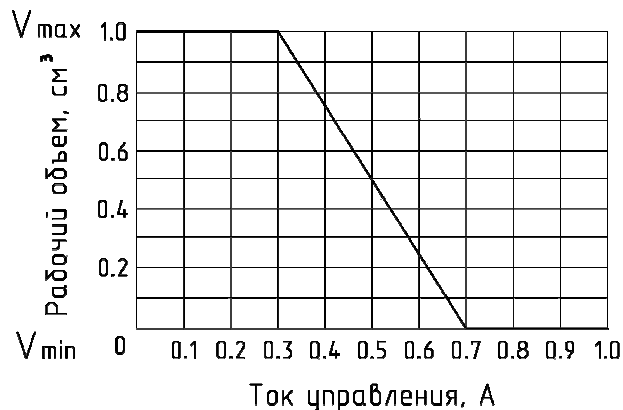

Рис. 47 – Схема пропорционального негативного электроуправления
Пропорциональное негативное электроуправлением 313 ... 07F, 07G (см. рис. 47, 48, 49)
При подаче тока управления $I_{\text{шимн}}$ на пропорциональный клапан, начиная с определенной силы тока (в зависимости от электромагнита 12В и 24В, см. рис. 47), рабочий объем насоса V_g пропорционально уменьшается, вызывая уменьшение подачи Q (потребляемой мощности $N_{\text{п}}$).
- Достигнув минимального рабочего объема V_{min} при управляющем токе $I_{\text{шимк}}$ с определенной силой тока (см. рис. 47), насос будет иметь минимальную подачу Q_{min} и потребляемую мощность $N_{\text{п}}$.